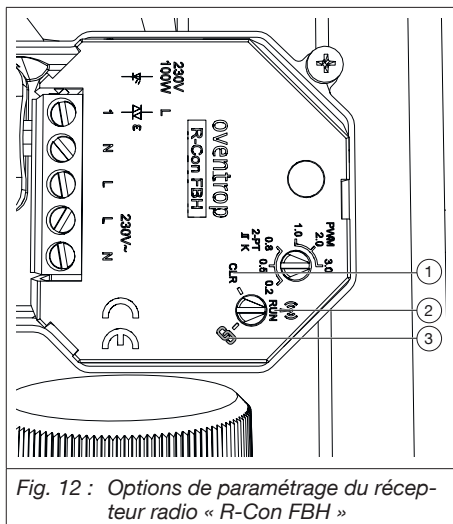

Fig. 12 : Options de paramétrage du récepteur radio « R-Con FBH »
1. Positionner le sélecteur rotatif du récepteur radio « R-Con FBH » sur « Connecter » (voir Fig. 12 en page 50 (3)). La LED se met